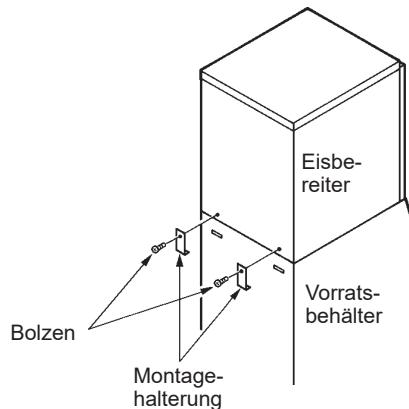

Abb. 6
- 6) Den Eisbereiter mit den zwei Montagehalterungen und den zwei mitgelieferten Bolzen am Vorratsbehälter befestigen. Siehe Abb. 6.